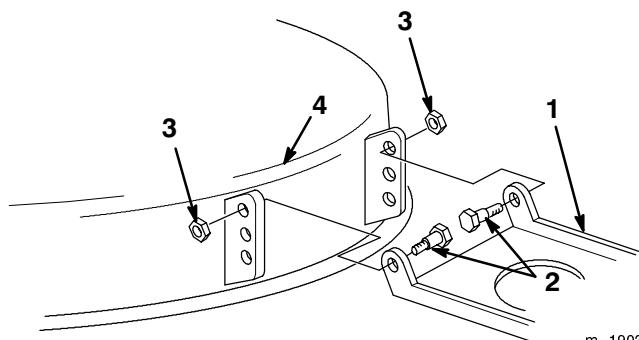

Bild 51
11. Bewegen Sie, wenn sich die Neigung nach vorne nicht durch Drehen der Neigungseinstellmutter herbeiführen lässt, den Schneidwerk-Schwenkbügel am Schneidwerk (Bild 51).
12. Entfernen Sie die Ansatzschrauben und Sicherungsmuttern vom Schneidwerk (Bild 51).
13. Verlegen Sie den Schneidwerk-Schwenkbügel ein Loch tiefer und installieren die Ansatzschrauben und Sicherungsmuttern (Bild 51).